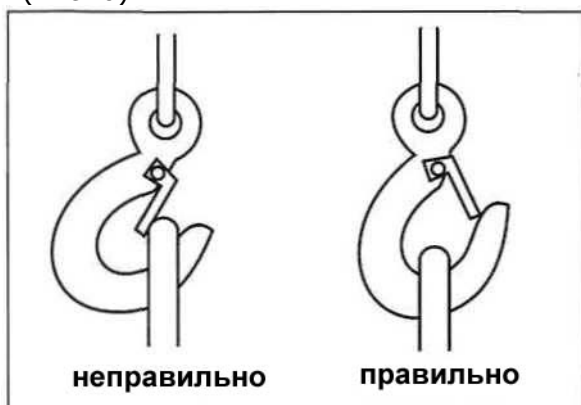
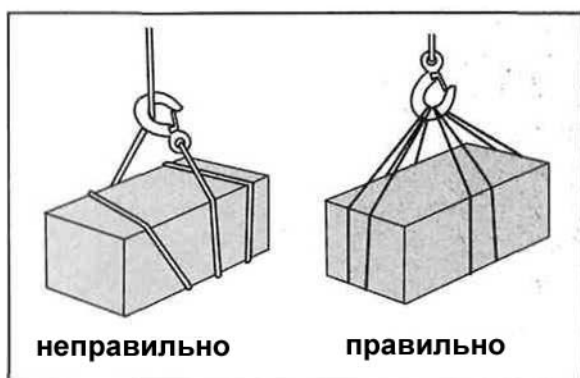

Рис. 5
Рис. 6
3. Подвесьте груз на главный крюк или на крюк отводного блока. Предохранительная щеколда должна плотно закрыться. Не фиксируйте груз на крюке перед предохранительной щеколдой (Рис. 5), не используйте трос в качестве стропов (Рис. 6).